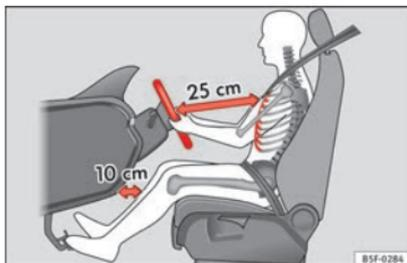

Fig. 80 A separação correta entre o condutor e o volante deve ser de 25 cm no mínimo (10 polegadas).
- Ajuste o encosto de cabeça de modo a que o rebordo superior do encosto fique, na medida do possível, à altura da parte superior da cabeça, e nunca abaixo dos olhos. Mantenha a nuca o mais próximo possível do encosto de cabeça » **Fig. 80** e » **Fig. 81**.
- Ajuste o volante de tal modo que fique no mínimo a 25 cm (10 polegadas) do tórax » **Fig. 80** e para que possa segurar nele lateralmente pela parte exterior com as duas mãos e com os braços ligeiramente fletidos.
- Ajuste o banco do condutor longitudinalmente para que possa pisar a fundo os pedais com as pernas ligeiramente fletidas e a que os joelhos fiquem no mínimo a 10 cm (4 polegadas) do painel de instrumentos » **Fig. 80**.